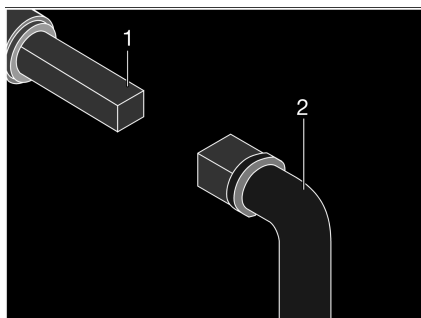

Fig. 222 Utilisation du robinet d'évacuation des eaux usées
- Insérer la clé (Fig. 222,2) sur la vis à quatre pans (Fig. 222,1).